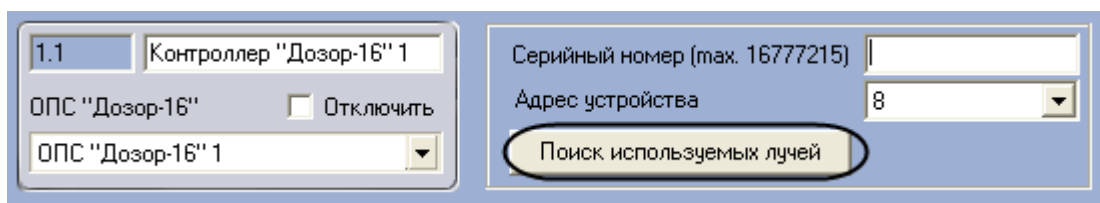

Рис. 3.5—1. Автоматический поиск лучей
1. Перейти на панель настроек объекта **Контроллер Дозор-16** (Рис. 3.5—1)